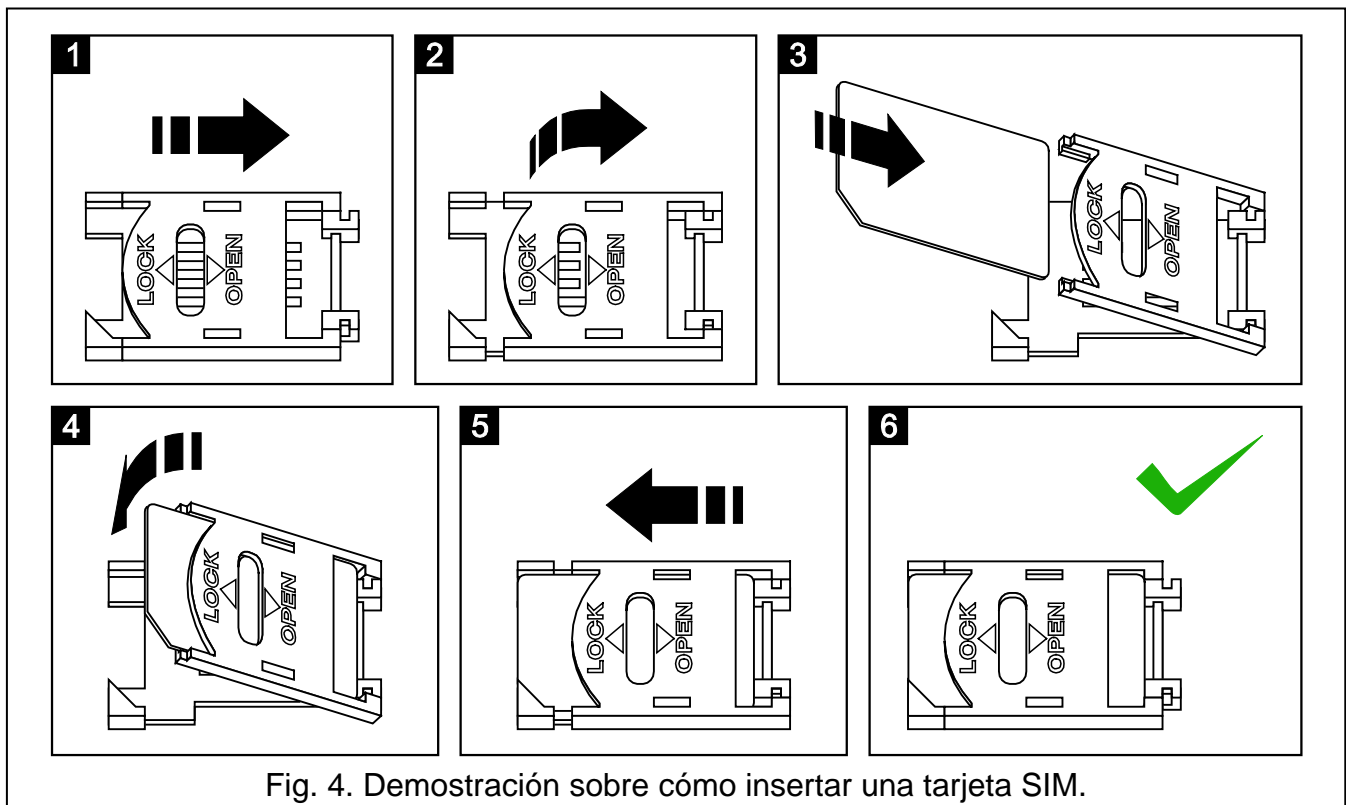

Fig. 4. Demostración sobre cómo insertar una tarjeta SIM.
8. Introducir la tarjeta al slot (ver: fig. 4).